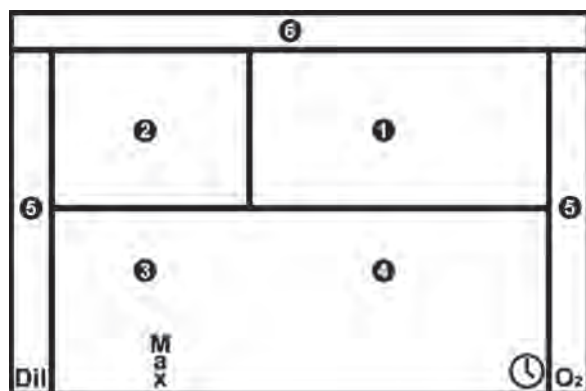

Figura 3-2. Disposición de la pantalla LCD.
La siguiente zona más importante es la parte superior izquierda de la pantalla, donde se muestra el valor actual de PO_2 (2 en la figura 3-2). La mitad inferior de la pantalla incluye información básica sobre la profundidad (en el lado izquierdo, 3), y el tiempo (en el lado derecho, 4). Los bordes izquierdo y derecho de la pantalla (5) incluyen gráficos de barras que representan la capacidad actual de las botellas de diluyente (lado izquierdo) y de oxígeno (lado derecho) como porcentaje de la capacidad total de la botella. Por último, el borde superior de la pantalla (6) incluye un gráfico de barras que representa la velocidad de ascenso actual del buceador. Cuando se inicia el sistema electrónico del Poseidon SE7EN (a través del botón de humedad o cuando se introduce la batería en la unidad), la pantalla LCD muestra momentáneamente todos los elementos de la pantalla, como se ilustra a continuación. Cada uno de estos elementos se describen a detalle a continuación.